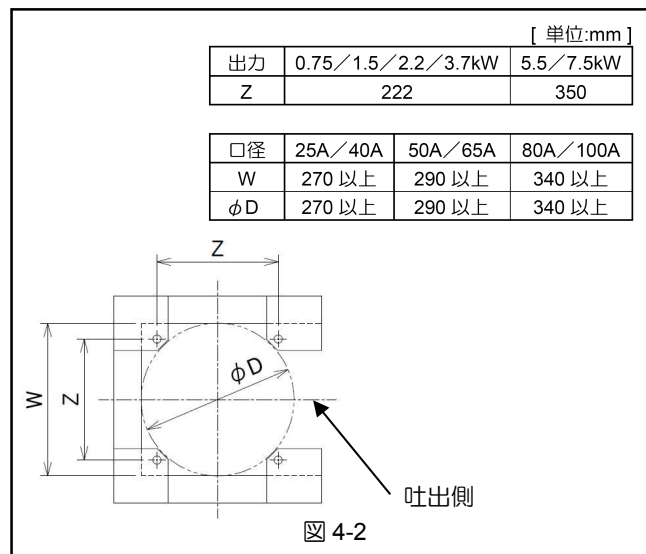

図 4-2
- (2) 基礎の大きさは、図 4-2 に示す大きさにしてください。小さすぎますとポンプケーシングがアングルに接触して、取付けできません。